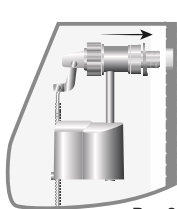
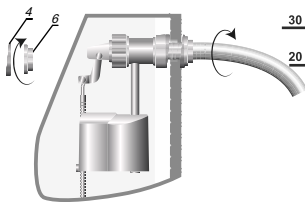

Рис.2
Рис.3
- На резьбовую часть корпуса наденьте шайбу (4), затем прокладку (7).
- Вставьте резьбовую часть корпуса в отверстие смывного бачка и наденьте шайбу (4). Закрепите гайкой (6). При установке придерживать клапан от проворота (Рис. 2).
- При установке дополнительной арматуры с наклоном предусмотрены компенсирующие шайбы (4) для регулировки наклона (Шайбы для регулировки наклона применяются при необходимости установки клапана с наклоном внутри смывного бачка. Ребро на шайбе регулировочной должно быть направленно в сторону желаемого наклона).
- Присоединить подключенную к системе холодного водоснабжения гибкую подводку к резьбовой части корпуса клапана (Рис. 3).